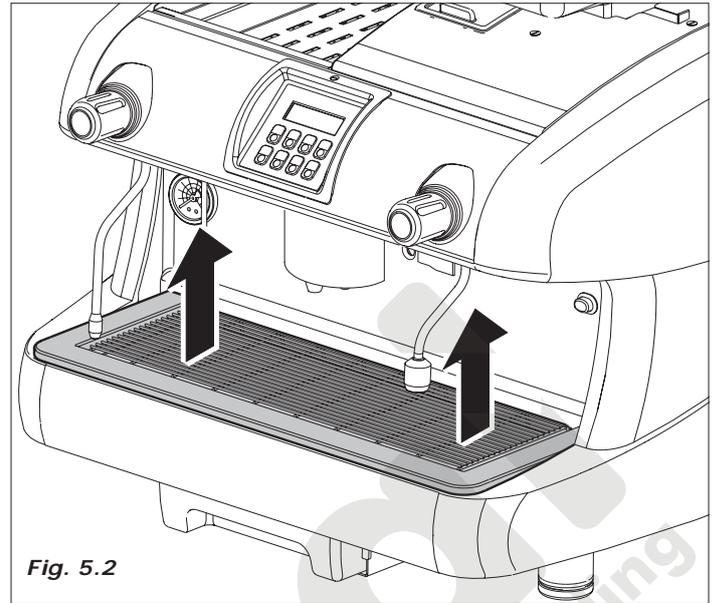
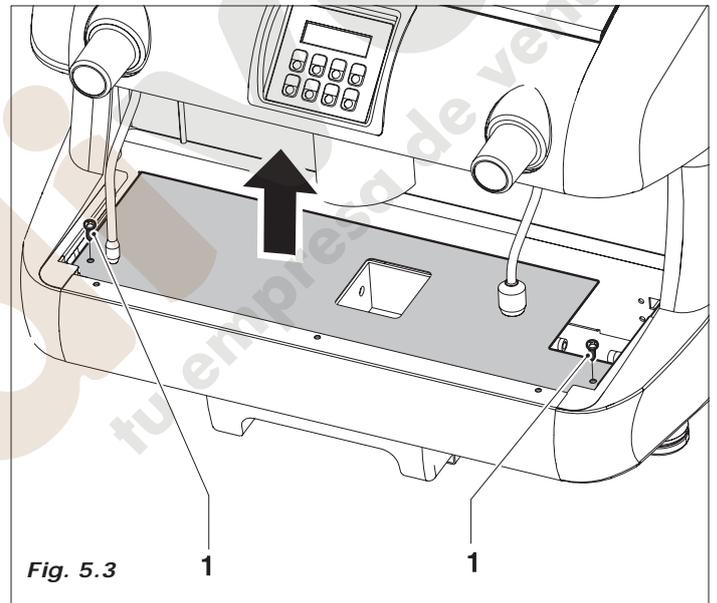

Fig. 5.2
Fig. 5.3
### 5.1.2 Alimentación hídrica (Fig.5.2, Fig.5.3 y Fig. 5.4)
- 1 levante la bandeja recogegotas (Fig. 5.2).
- 2 Destornille los tornillos (Fig. 5.3-pos.1), retire la plancha de protección.